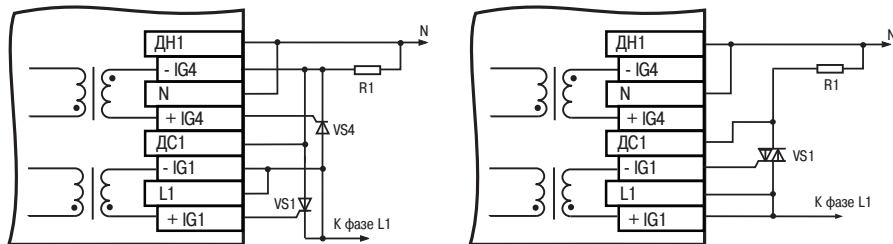

Рисунок 3.6
3.2.1.4 **Формирователь импульсов** имеет два изолированных выхода, что позволяет подключать к каждому каналу блока либо симистор, либо два тиристора (рисунок 3.6). Каждый выход при работе выдает от 1 до 4 пачек однополярных импульсов тока для открытия тиристора амплитудой 0,5 А или 1,5 А, в зависимости от Положения разряда 6 DIP-переключателя.